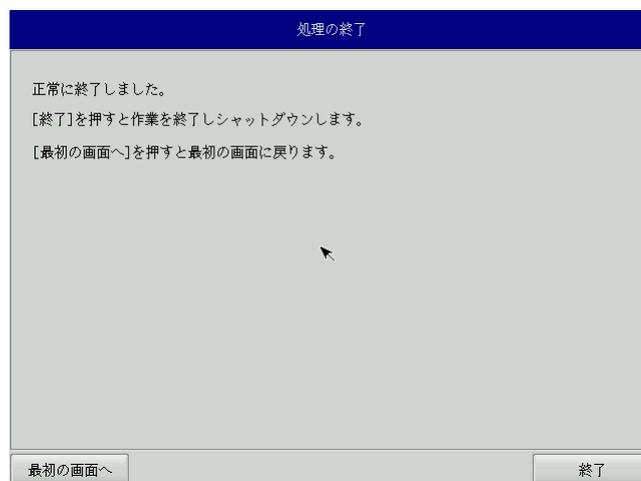

図 6-2-5. 終了画面
- ⑨ 終了画面 (図 6-2-5) が表示されると工場出荷イメージの書き込みは完了です。[終了]ボタンを押して電源を落とし、DVD ドライブを外します。